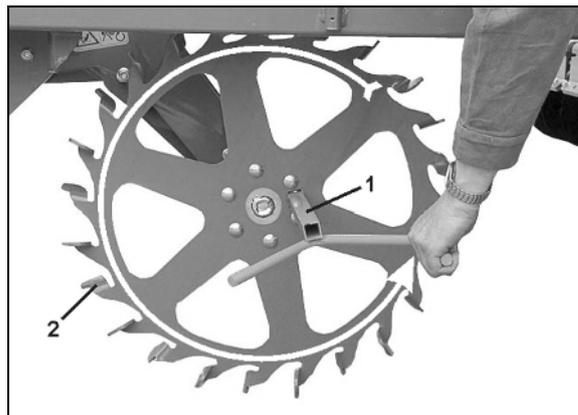

Fig. 73
6. Placez la manivelle (Fig. 73 / 1) sur la roue d'entraînement (Fig. 73 / 2).
7. En utilisant la manivelle, tournez la roue d'entraînement (Fig. 73 / 1) dans le sens inverse des aiguilles d'une montre jusqu'à ce que toutes les alvéoles du tambour de dosage soient remplies de semence et qu'un flux régulier de semence coule dans l'auget d'étalonnage.